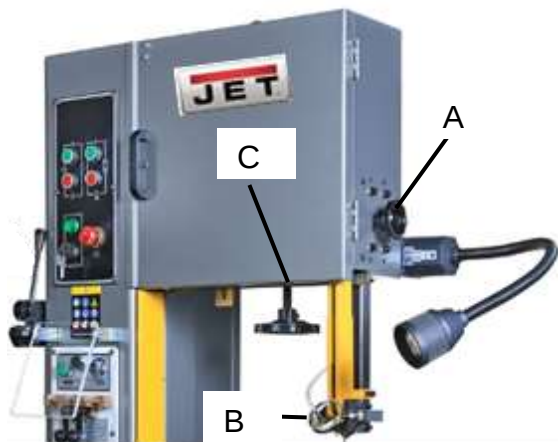

Рис. 6.
1. Поднимите верхнюю направляющую пильного полотна, ослабив ручку фиксации (А, Рис. 6) и установив рукоятку (В, Рис. 6) в крайнее верхнее положение.
3. Чтобы увеличить натяжение полотна, поворачивайте маховик (С, Рис. 6) по часовой стрелке. Чтобы ослабить натяжение полотна, поворачивайте маховик против часовой стрелки.